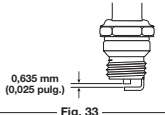

Fig. 33
1. Apague el motor y espere que se enfríe. Retire los seis (6) tornillos de la parte posterior de la tapa del motor con destornillador de cabeza plana o Torx No. T-25 (Fig. 33).